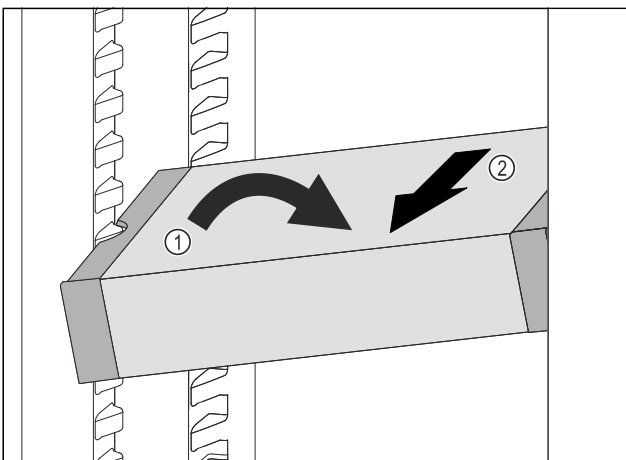

Fig. 126
- ▶ Coloque el VarioSafe en el compartimento del frigorífico en posición oblicua. Fig. 126 (1)
- ▶ Extraiga el VarioSafe hacia delante. Fig. 126 (2)